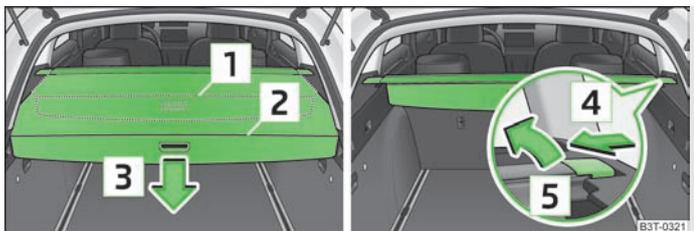

Fig. 70 Bagageira: cobertura enrolável da bagageira / desmontagem da cobertura enrolável da bagageira
➤ Puxe totalmente a cobertura enrolável da bagageira até ao batente, para a posição segura **2** » Fig. 70.
➤ Puxe a cobertura pela pega, no sentido da seta **3** » Fig. 70; a cobertura enrola-se automaticamente na posição **1**. Premindo novamente, a cobertura é totalmente enrolada.
➤ Para transportar bagagem volumosa, pode desmontar a cobertura da bagageira completamente enrolada, pressionando lateralmente a barra transversal no sentido da seta **4** » Fig. 70 e retirando-a com um movimento no sentido da seta **5**.
- Abra a tampa da bagageira. A cobertura enrolável da bagageira enrola-se automaticamente para a posição **1** » Fig. 70.